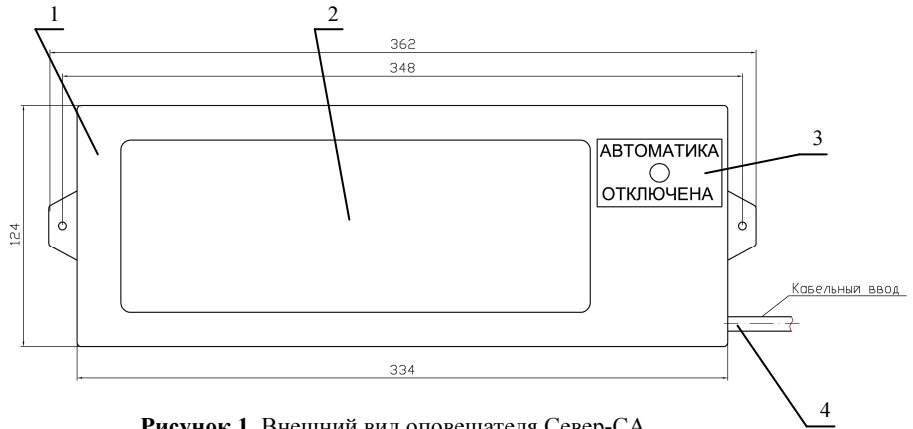

Рисунок 1. Внешний вид оповещателя Север-СА.
- 6.3 Оповещатель (рисунок 1 приложения) крепится к вертикальной плоскости за корпус (1) через отверстия 4 мм.